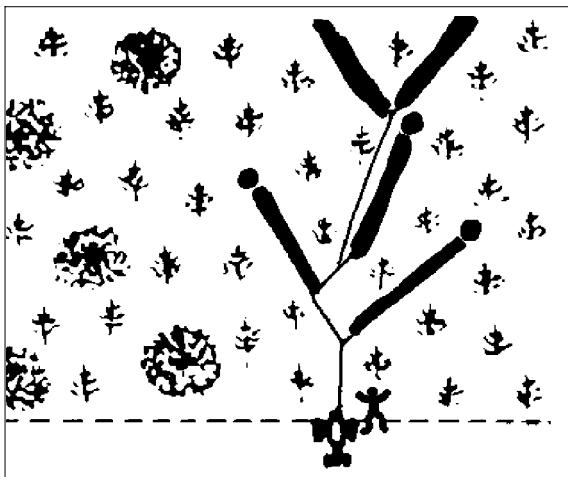

Fig. 21.
2. Den sikreste plassen for brukeren å oppholde seg, er back på venstresiden av vinsjen, det tillates god sikt. Se fig. 21. Se til at det ikke oppholder seg noen i arbeidsområdet.
- Plasser alltid traktoren på flatmark i den retningen du skal dra lasset (se fig. 21). Unngå å arbeide i bratt terren. Se til at ingenting ligger i veien for trærne.